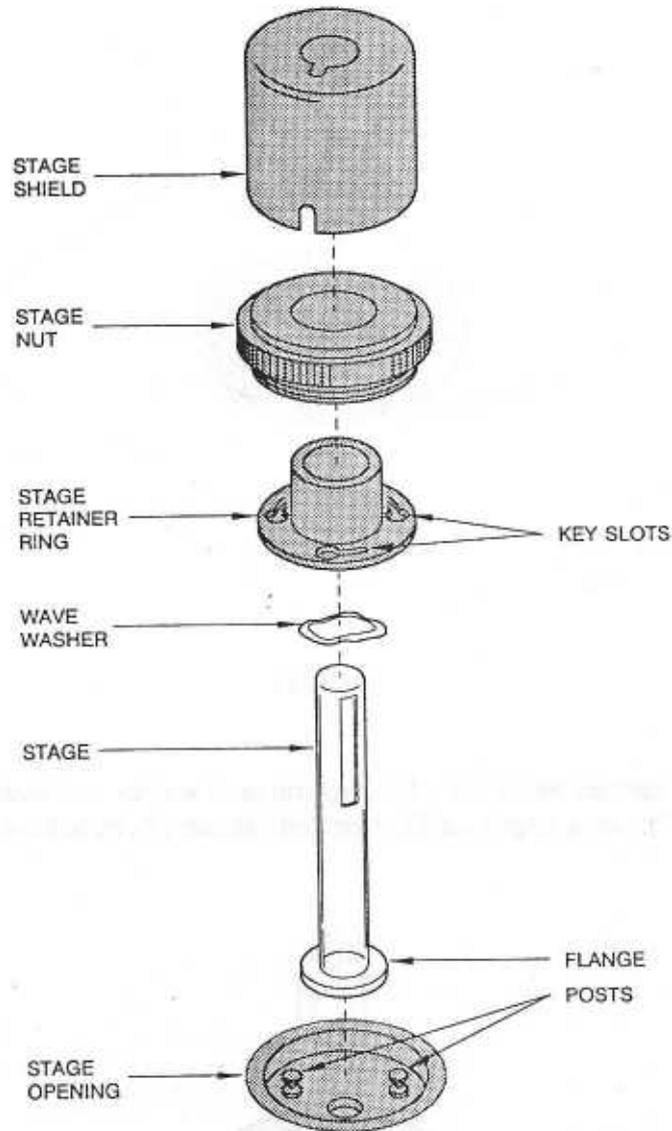

Bild 10
4. Nehmen Sie den Probenträgermantel ab, und entfernen Sie den darum gewickelten Schaumstoff (s. Abb. 10).
6. Drehen Sie den Probenträgerflansch (s. Abb. 10) gegen den Uhrzeigersinn los, und nehmen Sie ihn ab.
Verfahren Sie bei geöffnetem Ofen wie folgt, um den Probenträger einzubauen (s. auch Abb. 10):